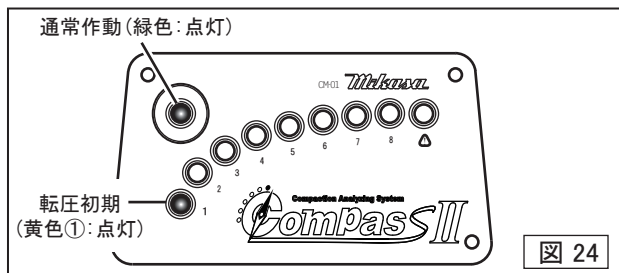

図 24
通常転圧である事を検知すると緑色のLEDが点灯します。回転が上がり転圧が始まると黄色のLED①が点灯し、転圧が進むにつれて黄色LEDが②～⑧へ点灯数が増えていきます。地盤剛性の測定値で校正したレベルのLEDが点灯した時に締め固めが完了します。(図24)